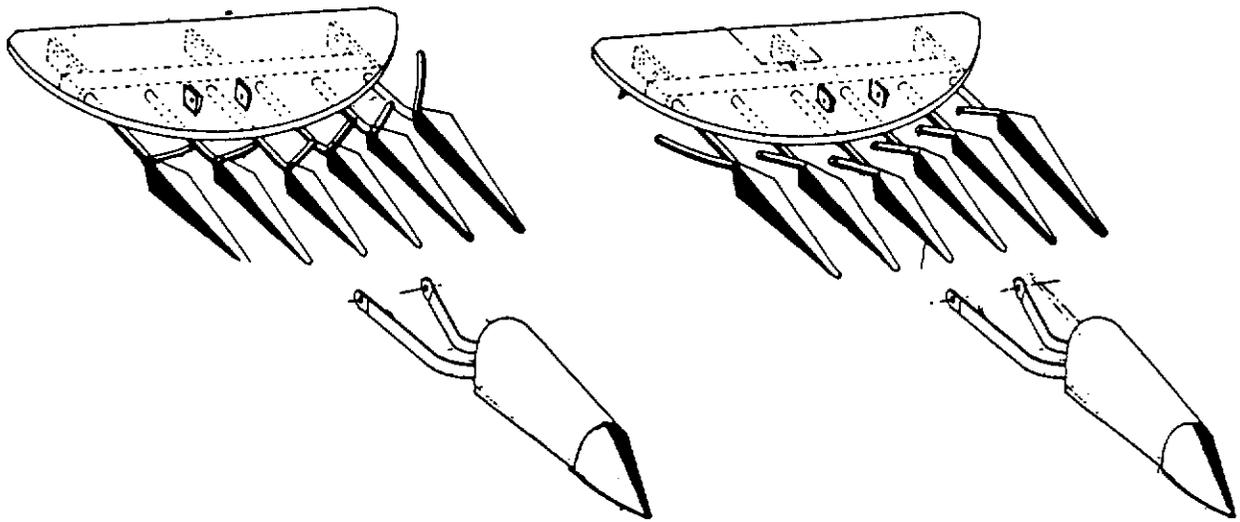

Bild 18
- GPS-Teilerspitze (10 Bild 18):
(10 Bild 18): 4080 00106 8
Bei extremer Lagerfrucht kann der Einsatz von sogenannten Stengelhebern notwendig werden. Es wird dann vor jeder Einzugsstromele vor den kleinen Teilerspitzen je ein Ährenheber montiert. (Bild 18).